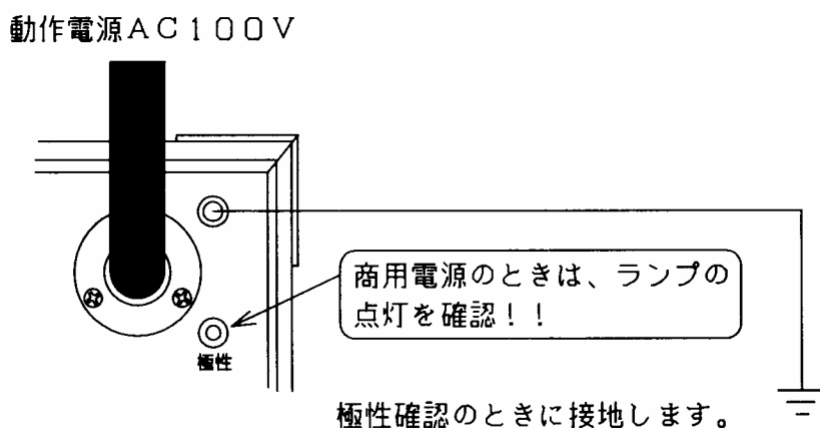

図1 : 電源の極性確認方法
2 . 試験装置の電源スイッチが“ OFF ”になっていることを確認し、電源コネクタに試験用電源(AC100V)を入力します。商用電源を使用する場合は、接地端子を接地し、極性ランプが点灯する方向へ電源プラグの向きを合わせて下さい。(図1)
2 . 試験装置の電源スイッチが“OFF”になっていることを確認し、電源コネクタに試験用電源(AC100V)を入力します。商用電源を使用する場合は、接地端子を接地し、極性ランプが点灯する方向へ電源プラグの向きを合わせて下さい。(図1)
- 2 . 試験装置の電源スイッチが“ OFF ”になっていることを確認し、電源コネクタに試験用電源(AC100V)を入力します。商用電源を使用する場合は、接地端子を接地し、極性ランプが点灯する方向へ電源プラグの向きを合わせて下さい。(図1)